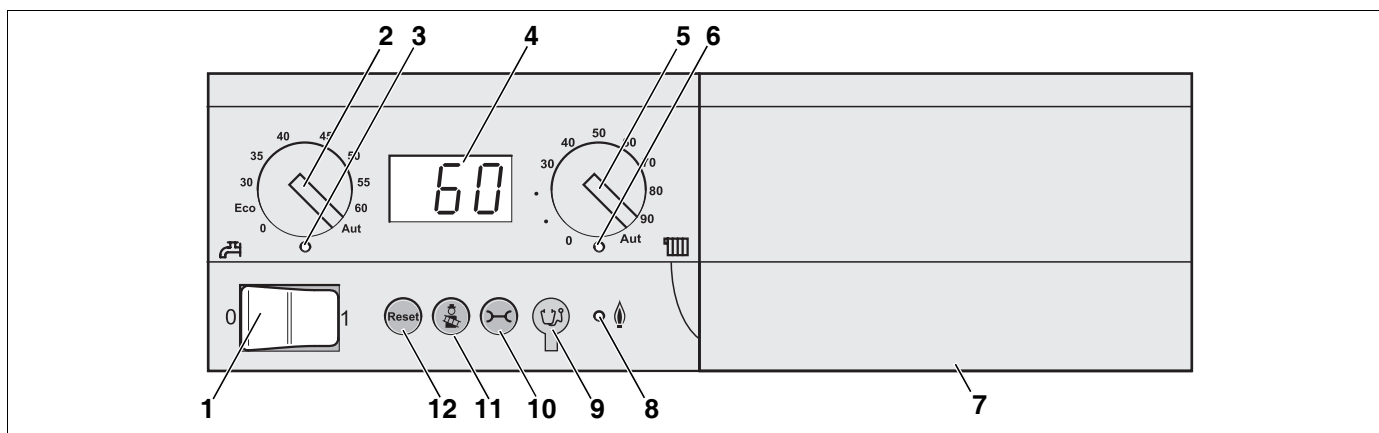
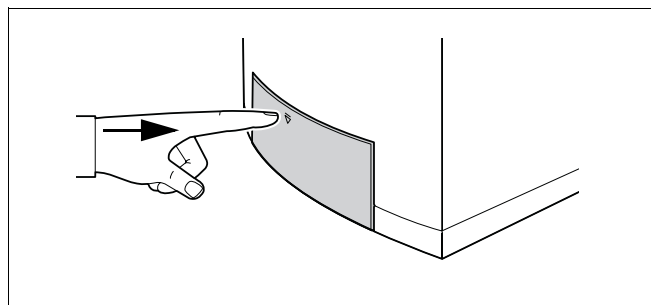

Abb. 1 Basiscontroller Logamatic BC10 – Bedienelemente
Abb. 2 Bedienfeld öffnen und schließen
- Öffnen Sie das Bedienfeld durch kurzes Drücken (Abb. 2). Die Schublade fährt aus. Das Bedienfeld besteht aus dem Basiscontroller Logamatic BC10 (Abb. 1), rechts daneben kann eine zusätzliche Bedieneinheit RC (z. B. RC30) montiert sein. Die Bedieneinheit RC kann auch in einem Wohnraum installiert sein, um die Heizungsanlage komfortabel von der Wohnung aus zu bedienen.